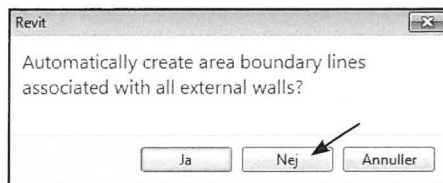

Fig. 11.18. Vælg Nej.
- Svar Nej (Fig. 11.18) til om Revit selv skal optegne linierne. Programmet er nemlig Amerikansk. Det vil sige at linierne for beregning af bruttoarealet ikke er det samme som i Danmark. Så vi vælger selv at optegne dem.